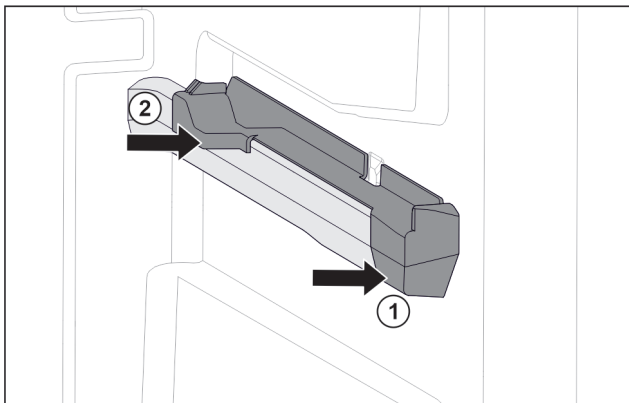

Fig. 32 Pieza de acoplamiento en la nervadura para recipientes derecha
- ▶ Coloque la pieza de acoplamiento delante en la nervadura para recipientes. Fig. 32 (1)
- ▶ Presione la pieza de acoplamiento por detrás. Fig. 32 (2)